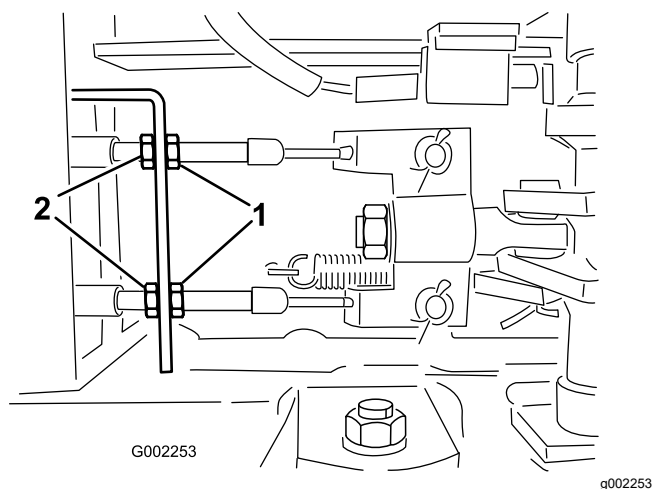

Figure 105
5. Desserrez les écrous de blocage avant sur les câbles de frein, sous l'extrémité avant du pulvérisateur (Figure 105).
6. Serrez les écrous de blocage arrière uniformément jusqu'à ce que la pédale de frein s'enfonce de 1 à 2 cm (0,5 à 1 po) avant que vous sentiez une résistance (Figure 105).